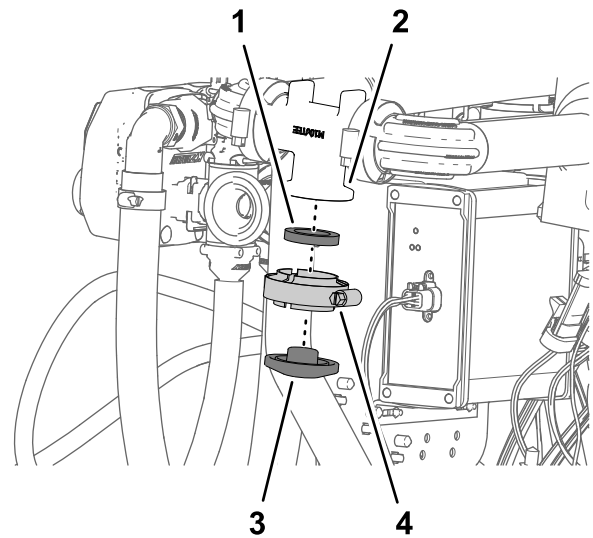

Figura 136
3. Montate il morsetto semplice sulla flangia del collettore del flussometro con il morsetto flangiato e la guarnizione che avete rimosso al passaggio 2 e serrate il morsetto manualmente (Figura 136).